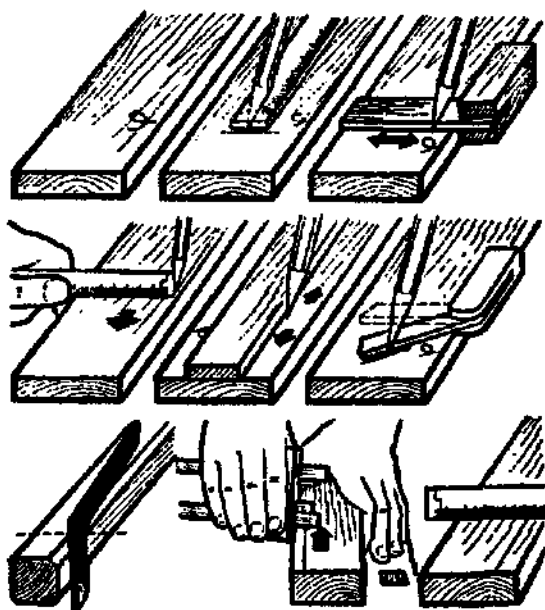

Рис. 16. Виды разметки.
**Приемы обработки древесины.** Первой операцией при изготовлении любого столярного изделия является разметка, посредством чего устанавливаются границы, которые необходимо соблюдать при последующей обработке материала. Разметка производится путем нанесения на поверхность заготовок линий и точек, указывающих размеры деталей. Эти линии наносятся с помощью острых предметов или карандаша. К основным разметочным инструментам относятся; линейки, складные метры, угольник, транспортир, штангенциркуль, малка, рейсмус, отволока, ярунок, чертилка, шило, карандаш. На рис. 16 показаны некоторые виды разметок.